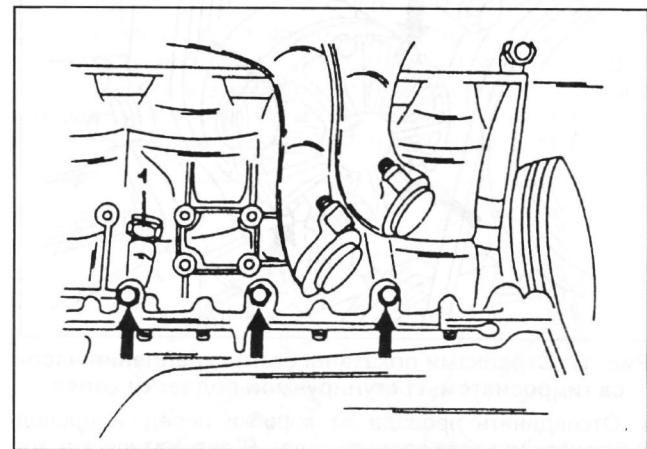

Рис. 10. Расположение пробки слива охлаждающей жидкости (1) на левой стороне блока цилиндров. Не отворачивать указанные стрелками болты.
- ◆ Отвернуть пробку для слива охлаждающей жидкости на правой и левой сторонах блока цилиндров. При этом не путать пробки с болтами крепления крышек коренных подшипников коленчатого вала. На рис. 10 и 11 показаны пробки слива охлаждающей жидкости и стрелками показаны болты крепления крышек.
- ◆ Слить охлаждающую жидкость из системы охлаждения, отвернув сливные пробки с левой и правой стороны блока цилиндров (см. рис. 10 и 11).